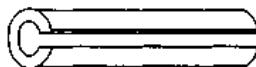

图4-12 连接套管
① 选好与导线直径相适应的连接套管。套管采用厚度在0.6mm~0.8mm的镀锡铜皮卷制而成,长度一般为导线直径的8~10倍,接缝处留有缝隙,如图4-12所示。